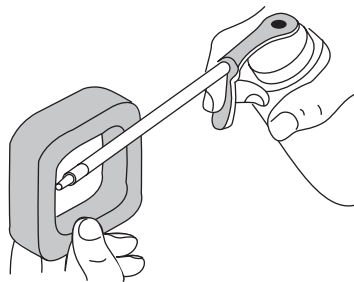

Fig. 29
4. Appliquez une quantité suffisante d'huile moteur propre SAE 30 pour enduire légèrement le filtre (Fig. 29).